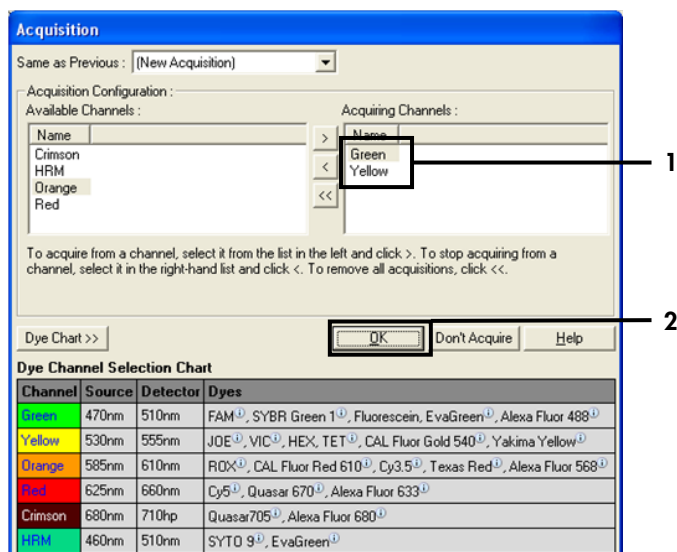

Figure 27. Acquisition à l'étape du cycle à 60 °C. 1 = canaux sélectionnés, 2 = bouton « OK ».
10. Régler « Green » (vert) et « Yellow » (jaune) comme « Acquiring Channels » (canaux d'acquisition) en sélectionnant le bouton « > » pour transférer ces canaux depuis la liste « Available Channels » (canaux disponibles). Cliquer sur « OK » (figure 27).